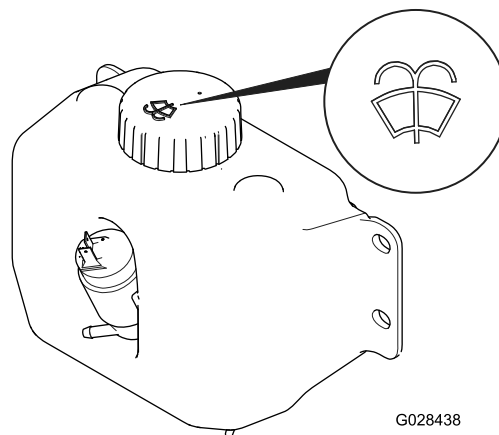

Figure 91
2. Ouvrez le capot et localisez le réservoir de lave-glace (Figure 91).